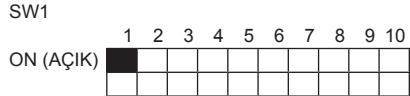

Fig. 2-2
2.4.3. Sviç ayaları (Fig. 2-2)